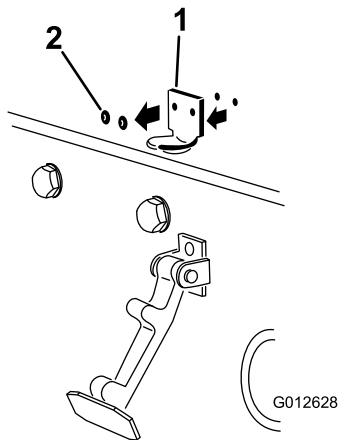

图 13
2. 拆下将机罩门锁支架固定至机罩的 2 个铆钉 图 13 然后从机罩上卸下机罩门锁支架。